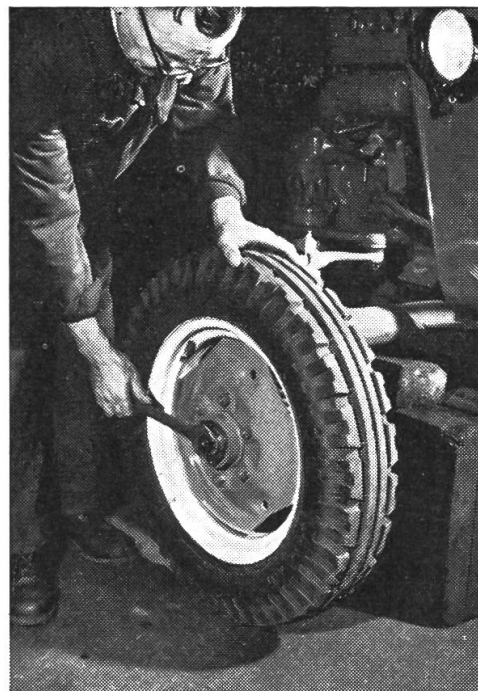

Abb. 2
65. Auch das «Hämmern gegen Metall» ist ein Beweis, dass die Vorderadrlager Spiel haben. Nun, wir wollen jetzt an die Arbeit gehen und diesen Zustand beseitigen, denn das Nachstellen der Radlager muss verstanden sein. Man nimmt mit Gefühl die Radkappe ab und entfernt aus ihr das alte Fett. Unter der Radkappe sitzt die Kronenmutter, die mittels eines Splintes gesichert ist. Man wird sofort erkennen, dass auch sie mit Fett zugesezt ist. Wir nehmen deshalb eine Büchse, füllen Dieseltreibstoff hinein, tauchen einen Pinsel in den Treibstoff und reinigen damit die Achsmutter (Kronenmutter). Da sich Treibstoff gern an Gummireifen zu schaffen macht, halten wir die Konservenbüchse so unter die Achsmutter, dass abfliessender Dieseltreibstoff in die Büchse tropft. Beim Reinigen achten Sie vor allem darauf, dass keine Spänchen oder auch Sandkörnchen zurückbleiben, weil sie eine schmirgelnde Tätigkeit ausüben und die Radlager dann frühzeitig zerstören (siehe Abbildung 2).